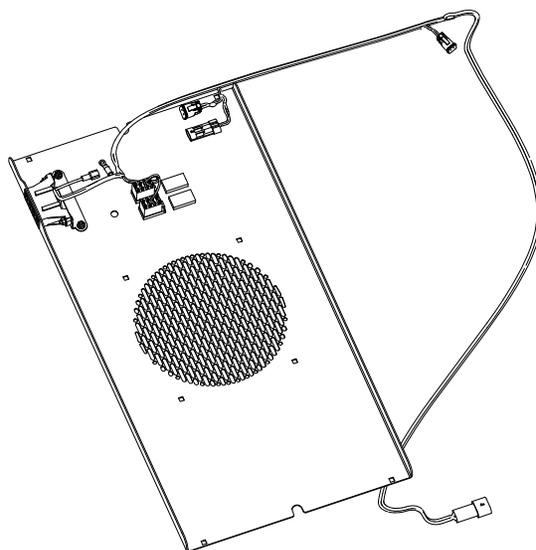

Рисунок 6
- Совместите жгут проводов с панелью переключателей (Рисунок 6).